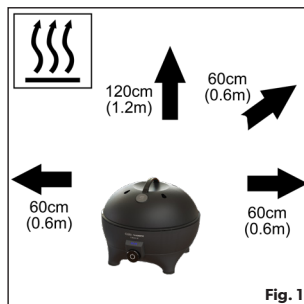

Fig. 1
- N'utilisez pas le barbecue à moins de 60 cm de matériaux combustibles. Les distances minimales de sécurité sont les suivantes : au-dessus du barbecue : 1,2 m ; à l'arrière et sur les côtés : 60 cm (voir Fig. 1).